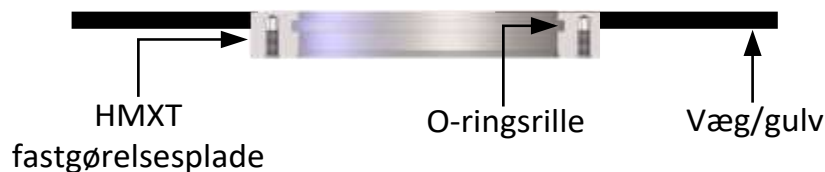

Fig. 23: Flugtmonteret fastgørelsesplade
1. Efter fastgørelsespladen er blevet svejset på plads skal du sikre dig, at den flugter med den interne overflade (Fig. 23).